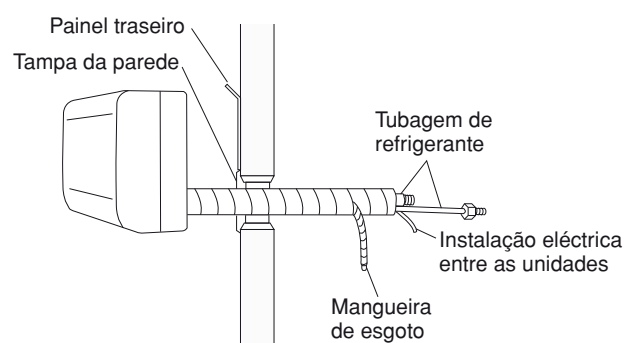

Fig. 35
- (1) Prepare a tubagem de refrigerante por forma que esta possa passar facilmente através do furo na parede. (Fig. 35)